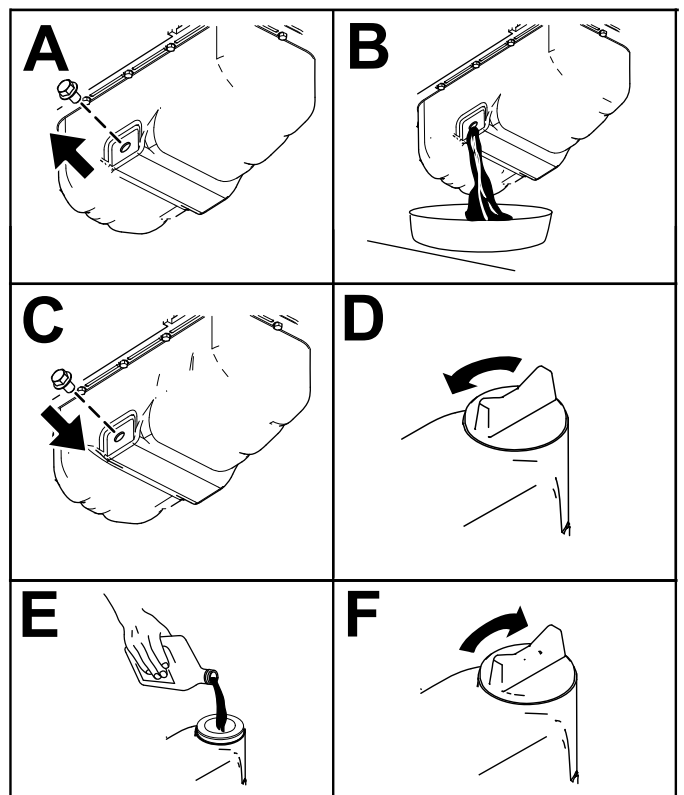

Figura 53
- Schimbați uleiul de motor conform indicațiilor din Figura 53.